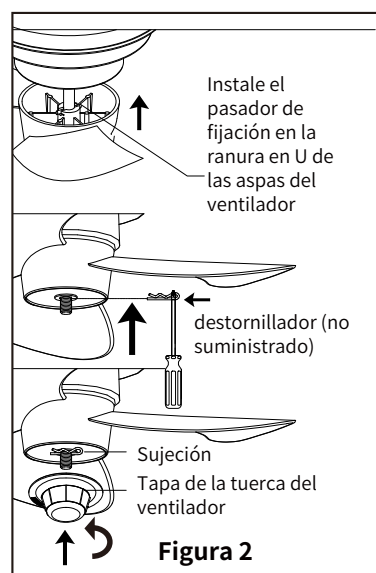

Figura 2
- ☐ Alinee la ranura en U del asa del ventilador con el pasador de fijación del eje giratorio del motor. El pasador debe hundirse en la ranura en U del ventilador, luego inserte la horquilla en el orificio lateral del eje giratorio del motor y fíjela en el mismo. Por último, enrosque la tapa de la tuerca del ventilador en el eje central del motor y apriétela en sentido contrario a las agujas del reloj para fijar el asa del ventilador (Figura 2)
- ☐ Restablezca la alimentación eléctrica de la caja de salida conectando la electricidad en la caja de fusibles principal. (Figura 2)